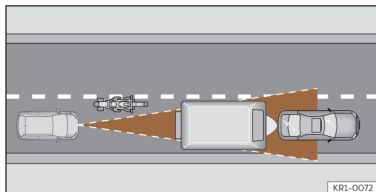

Abb. 121 Vorausfahrender Motorradfahrer außerhalb des Erfassungsbereichs des Radarsensors.
- Versetzt fahrende Fahrzeuge oder Fahrzeuge, die außerhalb des Erkennungsbereichs des Sensors fahren, z. B. Motorräder >>> (Abb. 121).